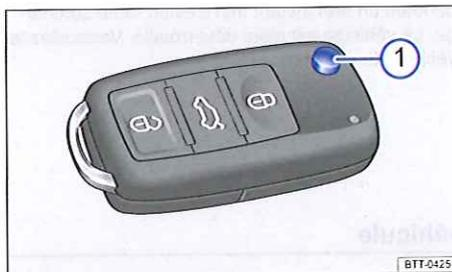

Fig. 21 Clé du véhicule.
Lorsque vous appuyez sur le bouton ⇒ fig. 21 ① ou ⇒ fig. 22 ①, le panneton se déverrouille et se dégage.
i Si vous actionnez plusieurs fois de suite et en l'espace d'un court instant les touches intégrées à la clé du véhicule → fig. 21 ou → fig. 22